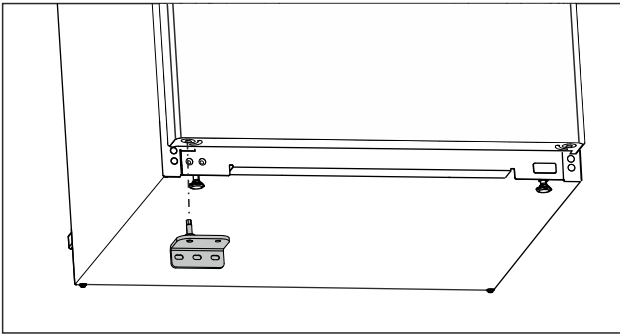

Fig. 16
- ▶ Włożyć dolną płytkę zawiasu po przeciwnej stronie. (patrz Fig. 16)